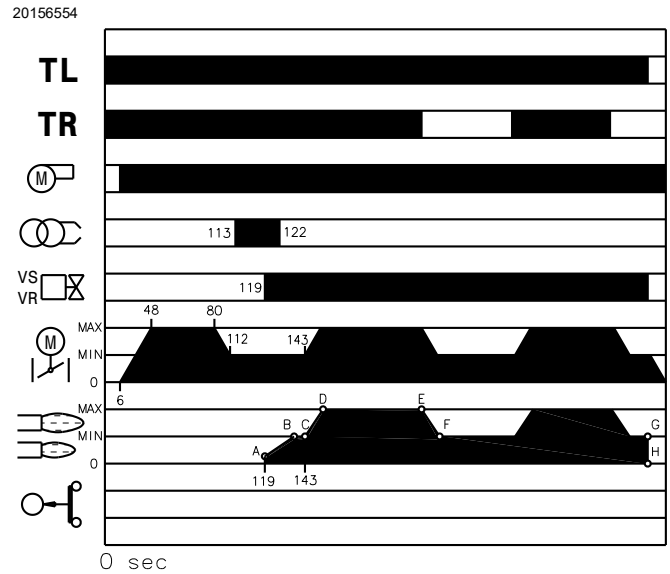

Abb. 31
- 130s Es öffnen sich das Sicherheitsventil VS und das Einstellventil VR (schnellöffnend). Es entsteht eine Flammenbildung mit niedriger Leistung, Punkt A (Abb. 31). Es folgt eine progressive Steigerung des Durchsatzes, mit langsamer Öffnung des Ventils VR bis zur Mindestleistung, Punkt B (Abb. 31).
Nach dem Anfahrzyklus geht die Steuerung des Stellantriebs zu Thermostat/Druckwächter TR über, der die Temperatur oder den Druck im Kessel überwacht, Punkt C (Abb. 31).